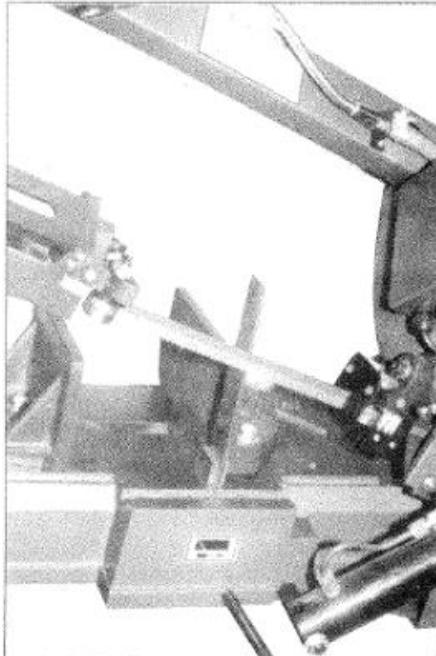

Рис. 11
2. Установить угольник на столе рядом с полотном (рис. 11.)
4. При необходимости регулировки, следует ослабить винты (А на рис. 11) и слегка поверните направляющие полотна в том же направлении до тех пор, пока полотно не соприкоснётся с угольником по всей ширине.